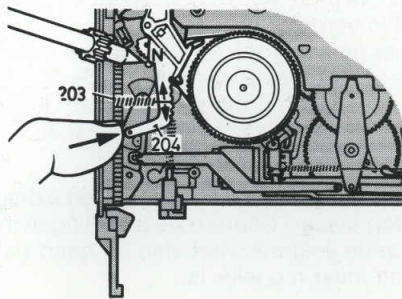

Fig. 3-2-7
Het apparaat in de ingeregen "STILL" stand brengen door op de "STILL"-toets en de stop toets te drukken. Hierbij moet de lichtgeleider pos. 243 met de vingertoppen afgedekt worden tot helemaal ingeregen is. Ook schakelaar C0D3 indrukken, om tijdig te stoppen met inrijgen. Door het vliegwiel van de combi-motor naar rechts te draaien zal de afwikkelpoelie (links) draaien. De hefboom pos. 204 met het einde, dat zich het dichtst bij de voorkant van het apparaat bevindt, zover mogelijk naar de draaitafel duwen. De draaitafel moet stoppen (een lichte slippende beweging is toegestaan) (Fig. 3-2-7). Wanneer het vliegwiel nog naar rechts draait, moet de hefboom 1 mm aan het fronteinde loskomen. De linker draaitafel moet nu vrij draaien.
De pos. van de veer pos. 203 een kerf per keer langs de hefboom pos. 204 bewegen tot de fasensprong binnen de breedte van één kleurenbalk ligt (Fig. 3-2-7). Indien de oorspronkelijke positie van de veer niet bekend is, dan de instelling vanaf de middelste kerf en hefboom pos. 204 beginnen.